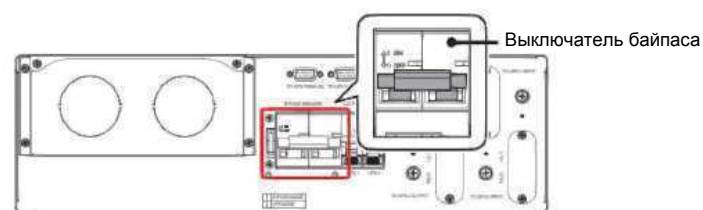

Рисунок 17
- 4 После подтверждения запуска ИБП-1 и ИБП-2 в режиме байпаса переведите выключатель байпаса на БСБ в положение ON (ВКЛ.). Положения ON (ВКЛ.) и OFF (ОТКЛ.) указаны на выключателе байпаса, см. **Рисунок 17**. Теперь подключенные нагрузки получают питание от общего источника.